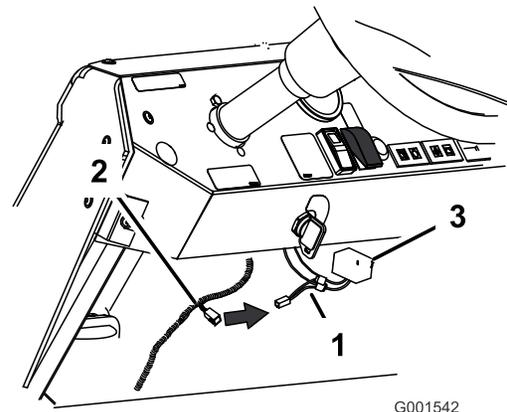

Bild 17
- B. Finden Sie die entsprechenden farbigen Drähte und verbinden Sie die beiden Enden mit den Drähten, die in den Lichtschalterstecker gehen (Bild 17).
- Schließen Sie den Adapter des Kabelbaums an den neuen Kabelbaum an (Bild 17).